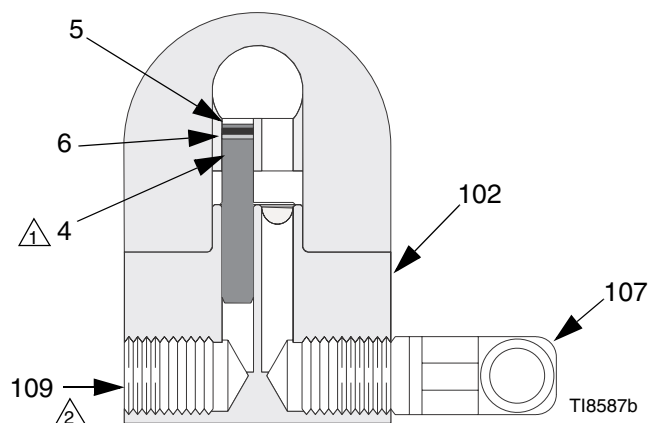

FIG. 1: Ikke-sirkulerende oppsett (tverrsnitt)
Pistolen leveres med en innvendig væskeplugg (4). Se FIG. 1. For å bruke pistolen i en sirkuleringssystem, fjerner du den innvendige pluggen. I et ikke-sirkulerende system lar du pluggen være på plass for å minimere skylletiden.
1. Påfør aniti-skjærende smøremiddel 222955 på gjengene og på tilhørende flater på manifolden (102), plugg (109) og albue (107), levert umontert.
2. Installer en albue (107) i én væskeport på manifolden (102), og en plugg (109) i den andre porten.
3. Installer den innvendige pluggen (4) i pistolens væskeport på samme side som manifoldpluggen.
4. Koble væsketilførselsledningen til manifoldalbuene (107). Se FIG. 1.
5. Installer pistolen på manifolden med fire skruer (14). Entre gjengene til alle fire skruene, og trekk til de to fremste skruene først, deretter trekker du til de to bakre skruene med 65 in-lb (7,3 N•m).